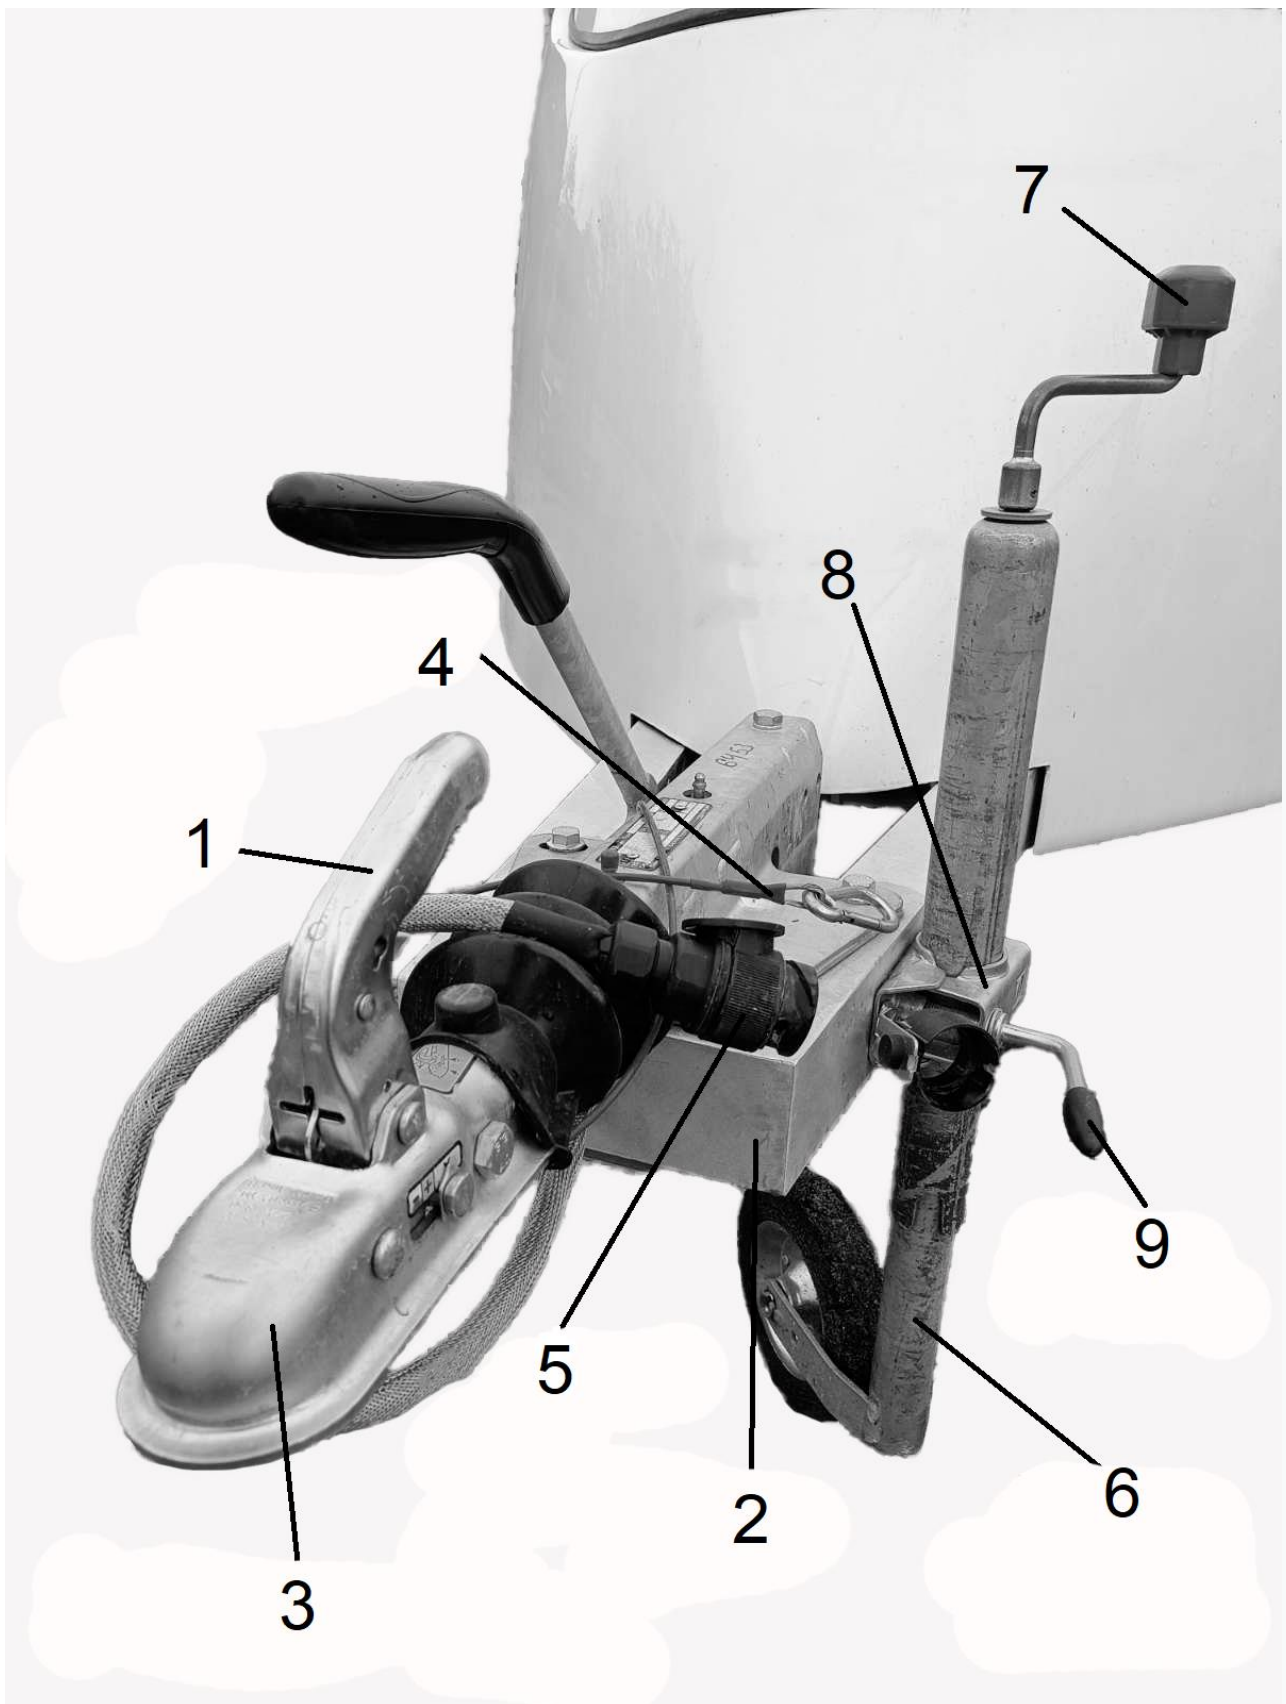

Рис.4.2 – Загальний вигляд дишла причепа
- 2) Підняти запірну рукоятку(1) зчіпного пристрою до упору в гору;
- 3) Підняти дишло причепа(3) над шаровим наконечником зчіпного пристрою тягача (фаркоп), надіти сферичне гніздо зчіпної голівки(4) на шаровий наконечник зчіпного пристрою причепа (фаркопа) (рис.4.2);
- 4) З'єднати запобіжні ланцюги або запобіжний трос(5) із тягачем (рис. 4.2);
- 5) З'єднати штепсельну вилку(6) причепа з розеткою на зчіпному пристрою тягача та перевірити спрацьовування всього електрообладнання та пристроїв світлової сигналізації причепа (рис. 4.2);
- 6) Перевести та зафіксувати переднє опорне колесо(7) причепа у його найвищому положенні за допомогою рукоятки опорного колеса(8) , обертаючи її за годинниковою стрілкою. Після чого ослабити затискний хомут(9) опорного колеса за допомогою запірної рукоятки(10) затискного хомута(9), обертаючи її проти годинникової стрілки, підняти опорне колесо(7) максимально вгору та зафіксувати його в такому положенні, затягнувши хомут (9) опорного колеса (7) за допомогою запірної рукоятки (10) затискного хомута (9), обертаючи її за годинниковою стрілкою (рис. 4.2);
7. Обертати рукоятку переднього опорного колеса(8) (рис. 4.2) проти годинникової стрілки до повного контакту задніх опор із землею;